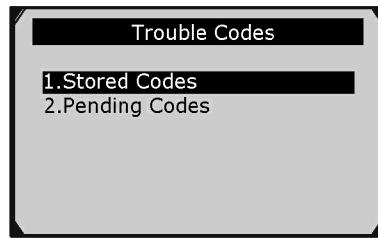

Рисунок 5-4
2) С помощью кнопок прокрутки вверх/вниз выберите пункт **Stored Codes [Сохраненные коды]** или **Pending Codes [Активные коды]** в меню **Read Codes [Считывание кодов]**, а затем нажмите кнопку **OK**. См. рисунок 5-4.